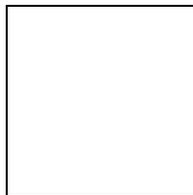

Figura. 3.8. Protección de los bornes para evitar la sulfatación.
- Limpie la cubierta superior de la batería y proteja los bornes de conexión con grasa antioxidante para evitar la sulfatación (Figura. 3.8).
Una forma fácil de entender el concepto de sistemas conectados en serie, es mediante la analogía presentada en la Figura. 3.8, entre un sistema hidráulico y un eléctrico. Como se puede observar en el sistema hidráulico (izquierda) el agua que cae desde cuatro veces la altura de 12 metros produce una caída de agua con cuatro veces la presión a la misma tasa de flujo, 2 L/s. La cual se puede comprar con los 48 voltios que el sistema eléctrico (derecha) alcanza al pasar una corriente de 2 amperios por cuatro módulos conectados en serie. La corriente se compara con el flujo ya que ambas permanecen constantes en el circuito, y el voltaje es análogo al papel de la presión en el sistema hidráulico.